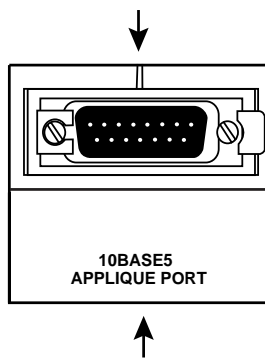

図 4.4 バックボーンポート
1. 図 4.4 に示すように、工場出荷時に設置されているオプション(AUI)ポートの上下を持って、手前に引き出してください。